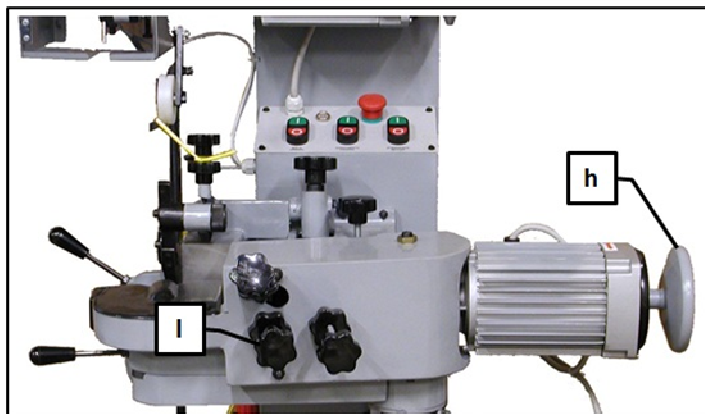

Рисунок 55
- Поверните ручную маховик **h**, отрегулируйте ручкой **l** (Рисунок 55) рабочую глубину заточного круга. Убедитесь, что заточный круг, входя в канавку зубца, не ударяется о полотно, и что он выходит, не касаясь спинки зубца. Заточный круг должен касаться передней части зубца, не ударя по полотну (при необходимости отрегулируйте положение зубца маховиком **e**: закручивайте для смещения зубца вниз и откручивайте для смещения зубца вверх).